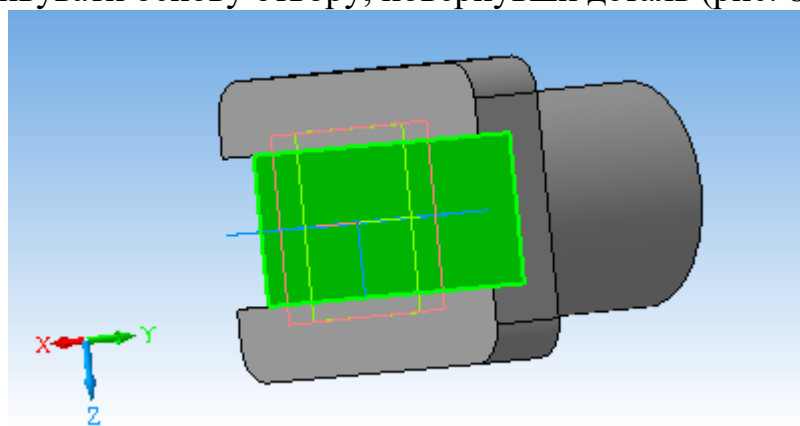

Рис. 8.13
12. Активувати основу отвору, повернувши деталь (рис. 8.13).